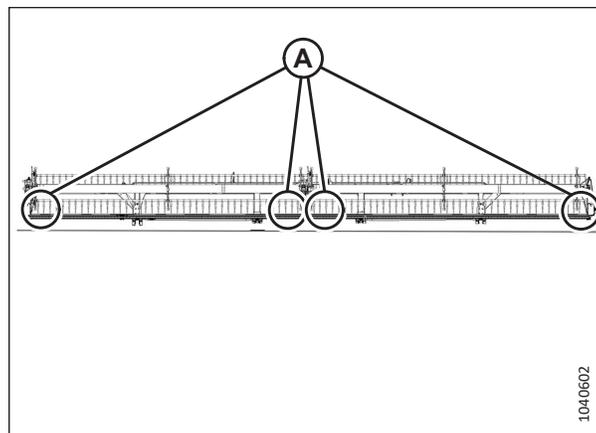

Рисунок 5.138: Расположение точек замера для жатки со сдвоенным мотовилом
- Рисунок 5.138, страница 323 — жатки со сдвоенным мотовилом